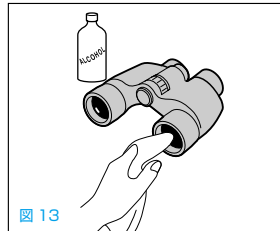

図 13
10. レンズ面についた指紋などの汚れは、メガネ拭き専用の布（市販品）で拭き取るか、ガーゼまたは専用のクリーニングペーパー（カメラ店などで市販されているシリコンが含まれていないもの）に少量の無水アルコールを含ませて、軽く拭き取ってください。(図 13)